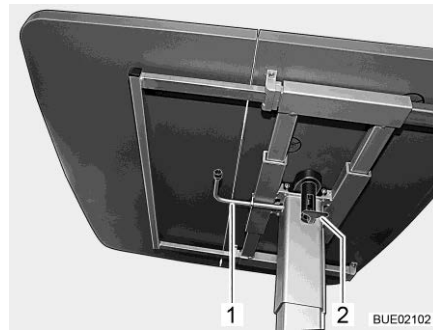

Fig. 130 Tavolo rialzabile
- Tirare verso il basso la leva di serraggio (Fig. 130,2).
- Ruotare la leva (Fig. 130,1) sotto il piano del tavolo di 180° in senso orario. Il meccanismo di sollevamento nel piede del tavolo viene sbloccato.
- Ruotare la leva (Fig. 130,1) sotto il piano del tavolo di 180° in senso orario. Il piano del tavolo va automaticamente verso l'alto fino al fine corsa.